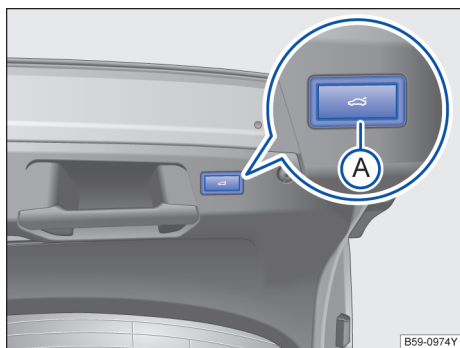

图 62 打开的行李厢盖内：用于电动关闭行李厢盖的按钮
→ 图 62 的图例：
– 在已打开的行李厢盖内短按按钮 ☞→图 62
①
– 按住已打开的行李厢盖内的按钮 ☞→图 62
① 3 秒以上。